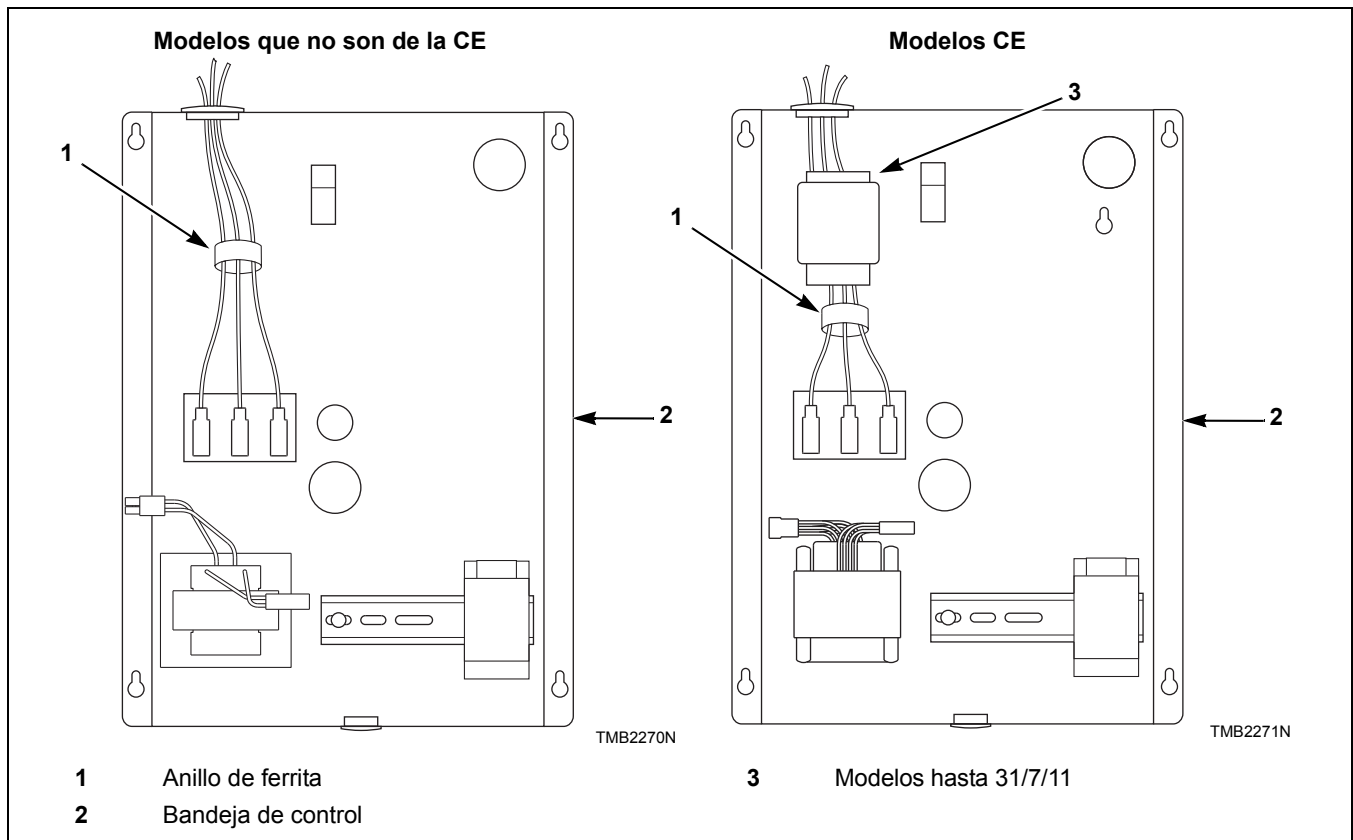

Figura 21
2. Cierre el anillo de ferrita sobre todos los cables de servicio dentro de la caja de contactores según se muestra. Es importante que el anillo de ferrita esté instalado dentro de la caja de contactores. Consulte la *Figura 21*. No instale la ferrita fuera de la caja u otra área. Asegúrese de que los cables de servicio estén en el centro de la ferrita antes de cerrar el anillo de modo que no aprisionen o dañen los cables.